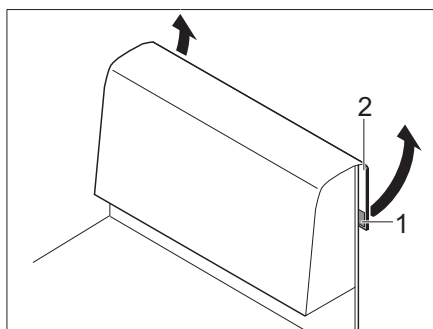

Fig. 65 Cojín del respaldo
- Suelte la unión de velcro (Fig. 65,1) en la solapa de tela (Fig. 65,2) en la parte trasera.
- Tire de la solapa de tela (Fig. 65,2) hacia arriba.